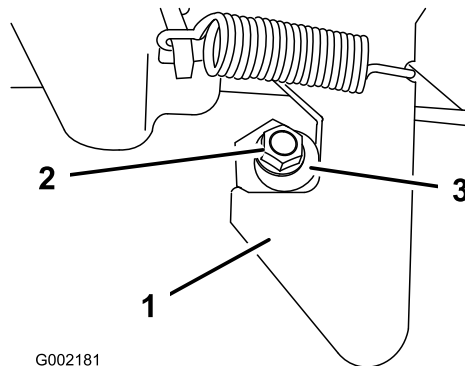

Figura 50
1. Desaperte a porca de bloqueio na extremidade do perno do trinco (Figura 50).
2. Rode o perno do trinco no sentido dos ponteiros do relógio até encostar à zona de gancho do trinco (Figura 50).